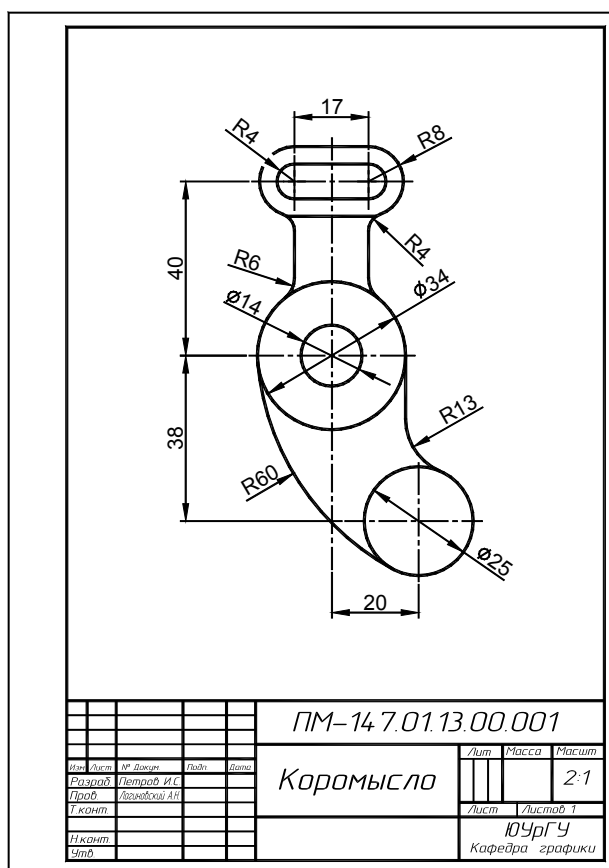
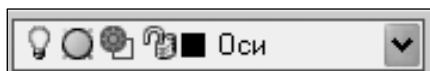

Рис. 1.1. Чертеж к заданию "Плоский контур"
Рис. 1.3. Фрагмент панели Layers, где показан текущий слой *Оси*
Пример выполнения задания приведен на рис. 1.1. Многочисленные варианты заданий можно найти в литературе, например [7].
Рассмотрим последовательность построения чертежа, показанного на рис. 1.1. Предполагается, что студент знает, как загрузить пакет AutoCAD и начать работать над новым чертежом. Иначе повторите соответствующий раздел в учебном пособии [1—3, разд. 1.1]. Итак:
- убедитесь, что текущим является слой *Оси* или установите его текущим (рис. 1.3);
- на основе оси  $b$  постройте оси  $a, c, d$ , задав для первых двух смещение 8.5, а для третьей 20 (см. рис. 1.1).
- в панели **Layers** найдите окно свойств текущего слоя (см. рис. 1.3). В нем указан текущий слой — сейчас это слой *Оси*. Укажите стрелку "вниз", в раскрывшемся списке укажите строку с именем нужного слоя *Контур* — это имя должно остаться в окне после закрытия списка.
Построим окружность *c4* радиусом 60 (см. рис. 1.1, 1.4), касательную к сопрягаемым окружностям *c1* ( $\varnothing 34$ ) и *c3* ( $\varnothing 25$ ). Касательную окружность позднее обрежем, оставив дугу сопряжения. Положение касательной окружности определяется точками указания сопрягаемых окружностей. Поэтому, если в итоге будет построена касательная окружность иного положения, чем на рис. 1.3, то измените точки указания:
Руководствуясь приведенными правилами, приступим к простановке размеров. Проставим размеры контура в соответствии с образцом на рис. 1.1:
`dimlinear` (размер линейный, кнопка ) \ с объектной привязкой укажите концы верхней и средней горизонтальных осевых линий (см. рис. 1.1), отведите курсор влево примерно на 10...12 мм и укажите щелчком левой кнопки мыши положение размерной линии — проставили размер 40;